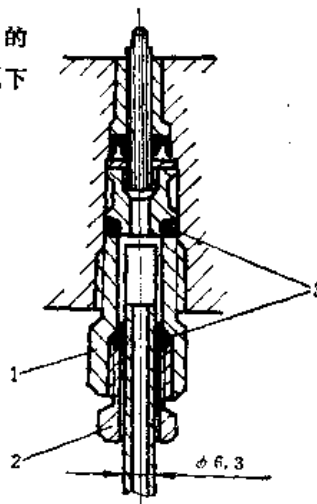

图6-1-22 小直径管接头
4) 小直径的管接头 如图6-1-22所示。这种管接头有很好的密封性，在很高的压力下，能密封不漏。因为套在管子端部的机械形压缩圈3被螺母2和螺母1相互挤紧，使紧紧地箍紧在管子头上，并且和螺母孔中的锥形成良好的严密配合。